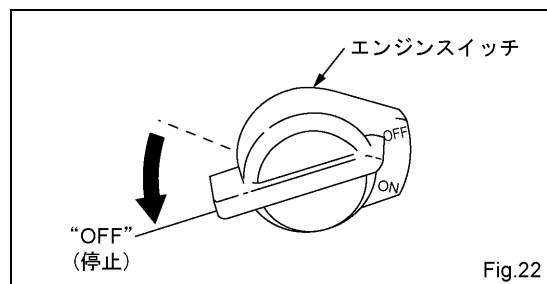

Fig.22
(2) エンジンスイッチ
- ・ エンジンスイッチを“OFF”（停止）位置に回します。(Fig.22)